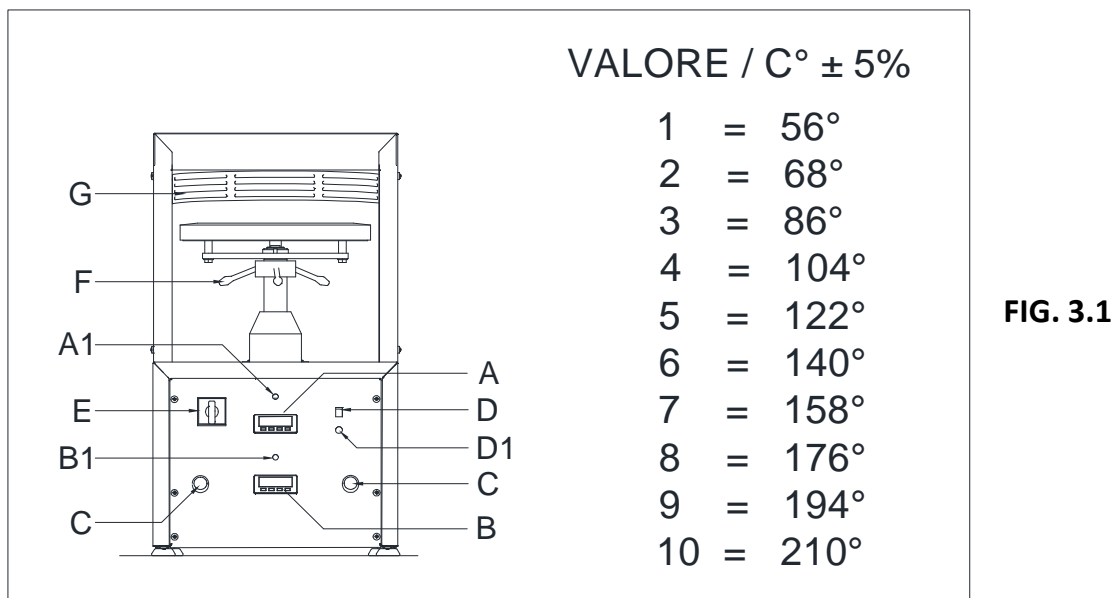
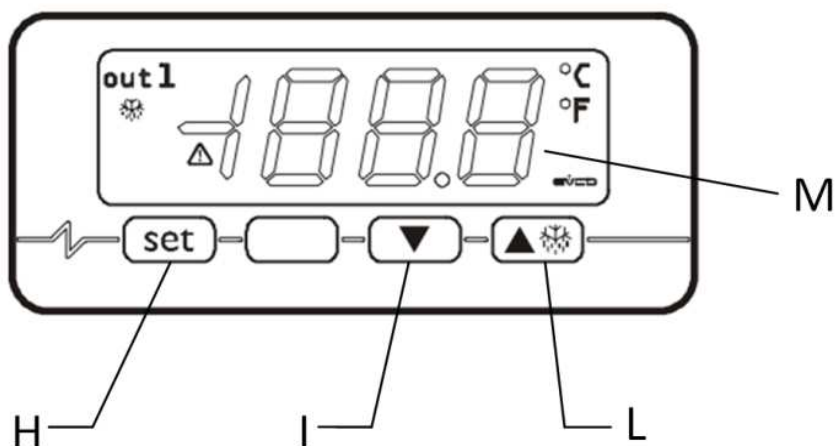

FIG. 3.1
FIG.3.2
La macchina è dotata dei seguenti dispositivi di sicurezza (FIG. 3.1):
- Con la macchina in funzione, sollevare la griglia di protezione (Pos. G-FIG.3.1). Il piatto inferiore si abbassa e ritorna immediatamente alla sua posizione iniziale
2. Posizionare l'interruttore generale E (Fig.3.1) sulla posizione "1" .
- i display dei termoregolatori A e B (Fig.3.1) si accendono e visualizzano la temperatura istantanea rispettivamente del piatto superiore e di quello inferiore
- si accendono i segnalatori A1 e B1 (Fig.3.1) che indicano rispettivamente l'accensione della resistenza del piatto superiore ed inferiore che, per effetto termico, iniziano la fase di riscaldamento.
Per impostare la temperatura del piatto superiore, premere il tasto H (FIG. 3.2)) del termoregolatore A (FIG.3.1). Impostare il valore di temperatura desiderato agendo sui tasti I ed L rispettivamente per diminuire o aumentare la temperatura del piatto; premere di nuovo il tasto H (set) per confermare la temperatura scelta.